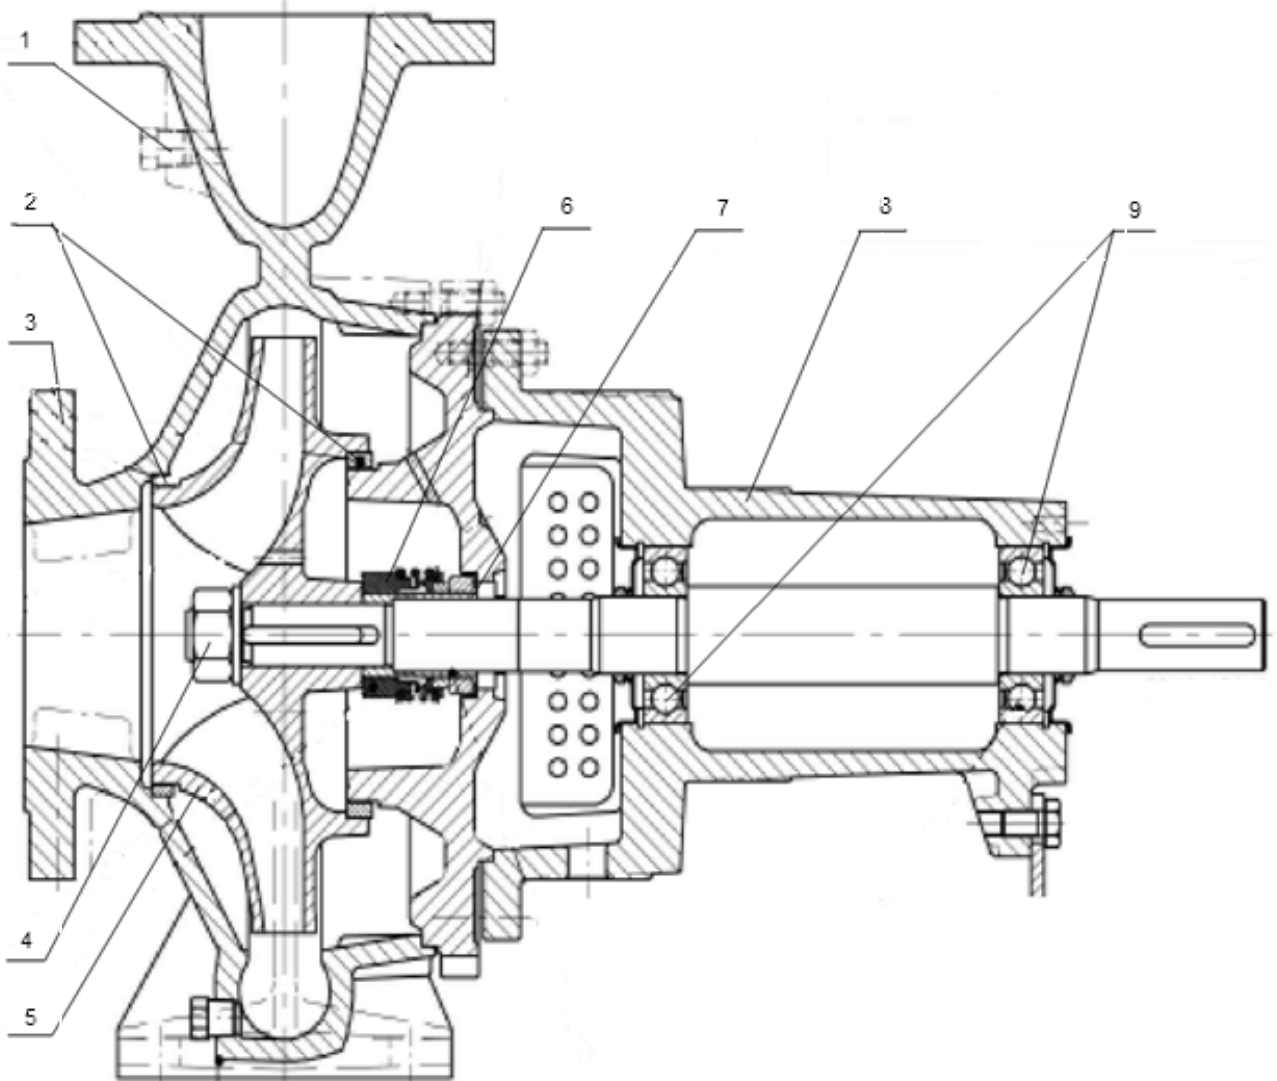

Рис. 3.Общий вид насоса ЦНК.
3. Открутить болты. (рис. 3) соединяющие фланец с корпусом спиральным поз. 3;